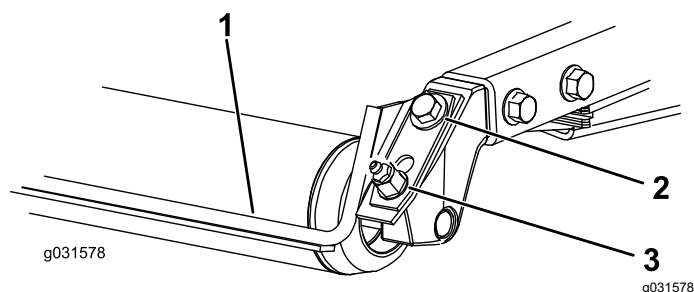

Рисунок 20
1. Ослабьте пресс-масленку и крепежный винт (Рисунок 20).